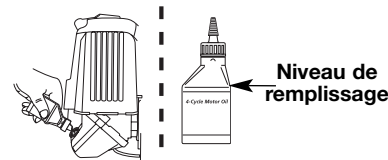
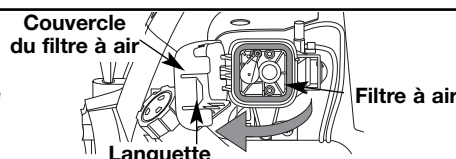

Fig. 24
Fig. 25
**REMARQUE:** Mesurez la quantité nécessaire à l'aide de la bouteille et de la buse utilisées lors de la mise en service. 90 ml (3,04 oz) correspond environ au haut de l'étiquette de la bouteille (Fig. 25). Vérifiez le niveau d'huile avec la jauge. S'il est trop bas, ajoutez un peu d'huile par l'orifice et revérifiez Ne remplissez pas trop (Fig. 24).
1. Ouvrez le couvercle du filtre à air. Enfoncez la languette à droite du couvercle, tirez celui-ci vers vous puis vers la gauche (Fig. 25).
- Retirez le filtre à air (Fig. 25).